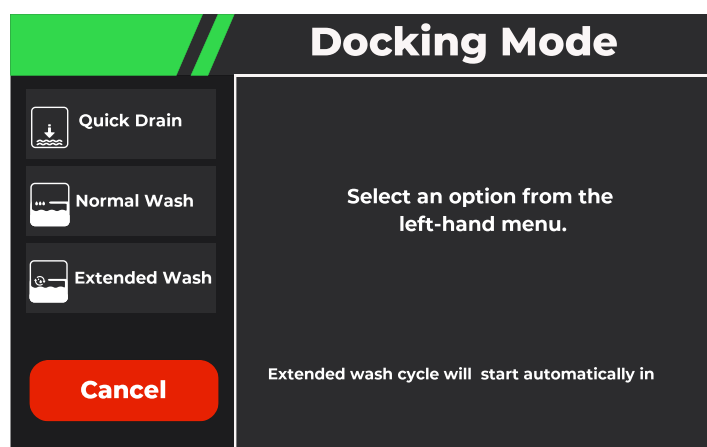

Figura 31 Ancoragem Inicial (mostrador de controlo principal)
4. Empurre o botão EJECTAR para remover o Distribuidor Descartável do receptáculo (Figura 31). Mantenha o Distribuidor Descartável numa orientação horizontal.
5. Puxe o Distribuidor Descartável com a tubagem de sucção anexada para fora do receptáculo para remover totalmente o Distribuidor Descartável do rover (Figura 31).
6. Mantendo o Distribuidor Descartável numa orientação horizontal, elimine adequadamente o Distribuidor Descartável usado e tubagem de sucção anexada (Figura 31).